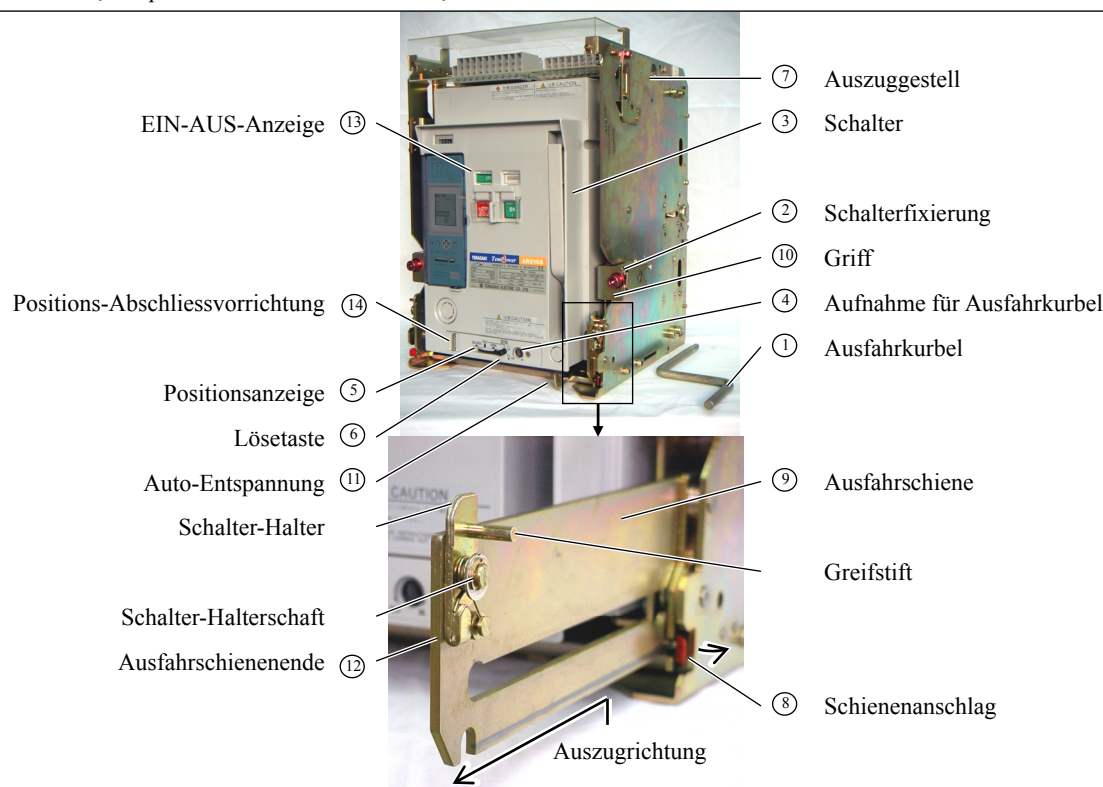

Abb. 26 Ausfahren und Einführen
- 1) Den ACB öffnen. (Wenn der ACB geschlossen bleibt, kann die Ausfahrkurbel (Abb. 26 ①) nicht eingeführt werden).
- 2) Die Schalterfixierungen (Abb. 26 ②) lösen, wenn diese verwendet werden, um den Schalter zu entriegeln (Abb. 26 ③).
- 3) Die Positions-Abschliessvorrichtung (Abb. 26 ⑭) lösen, wenn diese gesperrt ist. Vgl. Kapitel 4-5.
- 4) Die Ausfahrkurbel in das dafür vorgesehene Aufnahmelocheinsetzen (Abb. 26 ④) und langsam gegen den Uhrzeigersinn drehen, bis die Positionsanzeige (Abb. 26 ⑤) "TEST" anzeigt.
- 1) Den ACB öffnen. (Bei geschlossenem ACB kann die Ausfahrkurbel (Abb. 26 ①) nicht eingeführt werden).
- 2) Die Lösetaste (Abb. 26 ⑥) drücken. Sie bleibt in gedrückter Stellung eingerastet.
- 3) Die Positions-Abschliessvorrichtung (Abb. 26 ⑭) entriegeln, wenn verriegelt. Vgl. Kapitel 4-5.
- 4) Die Ausfahrkurbel in die Ausfahrkurbel-Aufnahme (Abb. 26 ④) einführen und langsam gegen den Uhrzeigersinn drehen, bis die Positionsanzeige (Abb. 26 ⑤) "ISOLIERT" anzeigt und ein Freilaufgeräusch zu hören ist. Die Lösetaste wird ausgerastet, sobald an der Ausfahrkurbel gedreht wird.
- 1) Vergewissern Sie sich, dass das Chassis (Abb. 26 ⑦) mit Befestigungsschrauben gesichert ist.
- 2) Die Positions-Abschliessvorrichtung (Abb. 26 ⑭) entriegeln, wenn sie verriegelt ist; vgl. Kapitel 4-5.
- 3) Die Schienenanschlänge (Abb. 26 ⑧) auf beiden Seiten des Chassis auswärts drücken, um die Ausfahrtschiene (Abb. 26 ⑨) zu entriegeln, und dann die Schiene hoch halten und bis zum Anschlag heraus ziehen. Die Ausfahrtschiene wird erneut von den Anschlägen gesperrt. (Der Schalter kann nur herausgezogen werden, wenn die Schiene verriegelt ist).
- 4) An beiden Griffen festhalten (Abb. 26 ⑩), dann den Schalter bis zum Anschlag herausziehen.
- Wenn der ACB mit einer optionalen Auto-Entspannung (Abb. 26 ⑪) ausgerüstet ist, werden die Schliessfedern des ACB automatisch mit einem mechanischen Ton entspannt. Dieser Ton ist kein Hinweis auf eine Fehlfunktion.
- 5) Den Schalter mit einer optionalen Staplervorrichtung oder Hebeplatte an einen sicheren Ort transportieren (Abb. 26 ③). Vgl. Kapitel 2-1-2.
- 2) Die Schienenanschlänge (Abb. 26 ⑧) auf beiden Seiten des Chassis auswärts drücken, um die Ausfahrtschiene (Abb. 26 ⑨) zu entriegeln, dann die Schiene hoch halten und bis zum Anschlag herausziehen. Die Ausfahrtschiene wird erneut von den Anschlägen verriegelt. (Der Schalter (Abb. 26 ③) kann nur bei verriegelter Schiene eingeführt werden).
- 4) Vergewissern Sie sich, dass die Schalterfixierungen (Abb. 26 ②), wenn diese montiert sind, gelöst sind und den Schalter nicht arretieren.
- 5) Vergewissern Sie sich, dass bei vorhandener Schalterfixierung (Abb. 26 ②) die Schrauben gelöst sind und drücken Sie Den Schalter fest in das Chassis, während Sie beide Griffe festhalten (Abb. 26 ⑩).
- 6) Die Schienenanschlüsse (Abb. 26 ⑧) auf beiden Seiten des Chassis (Abb. 26 ⑫) auswärts drücken, um die Ausfahrschiene zu entriegeln, dann auf die Schienenenden drücken, um die Schiene bis zum Anschlag einzuführen. Die Ausfahrschiene wird erneut von den Anschlägen verriegelt.
- 1) Vergewissern Sie sich, dass die EIN-AUS-Anzeige (Abb. 26 ⑬) auf "AUS" gestellt ist. (Wenn der ACB geschlossen bleibt, kann die Ausfahrkurbel (Abb. 26 ①) nicht eingeführt werden).
- 2) Die Positions-Abschliessvorrichtung (Abb. 26 ⑭) lösen, falls diese verriegelt ist. Vgl. Kapitel 4-5.
- 3) Die Ausfahrkurbel in die entsprechende Aufnahme einführen (Abb. 26 ④) und langsam im Uhrzeigersinn drehen, bis die Positionsanzeige (Abb. 26 ⑤) "TEST" anzeigt.
- 1) Den ACB öffnen (wenn der ACB geschlossen bleibt, kann die Ausfahrkurbel (Abb. 26 ①) nicht eingeführt werden).
- 2) Die Positions-Abschliessvorrichtung (Abb. 26 ⑭) lösen, falls verriegelt.
- 3) Die Lösetaste (Abb. 26 ⑥) drücken. Die Lösetaste bleibt in gedrücktem Zustand eingerastet.
- 4) Die Ausfahrkurbel in das Aufnahmeloeh (Abb. 26 ④) einführen und im Uhrzeigersinn drehen, bis die Positionsanzeige (Abb. 26 ⑤) "CONN." anzeigt und der Griff nicht mit max. Betriebsdrehmoment gedreht werden kann (14.7 N-m).
- 6) Die Schalterfixierungen (Abb. 26 ②) festziehen (wenn vorhanden), um den Schalter zu verriegeln.